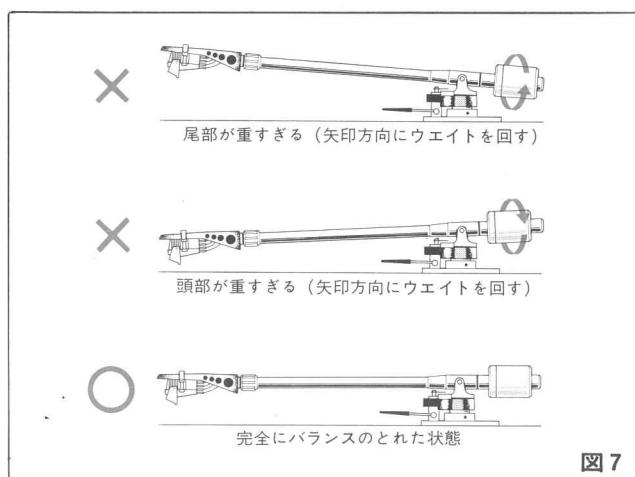

図7
- ⑤トーンアームが基点を中心に水平バランスがとれるように図7を参考にしてメインウェイトを前後させて調整します。この時メインウェイトはゆっくり回し、バランス具合をみるとときはフィンガーから指を軽くはなしてみるとようにして慎重に調整してください。
- ⑥バランスがとれた後、トーンアームをアームレストに戻します。